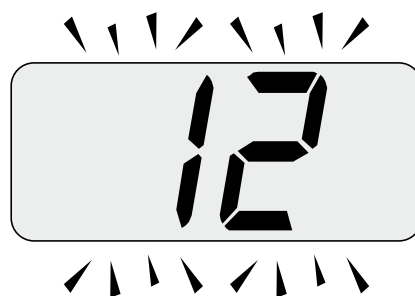

Figura 5.29
- Utilizzando i tasti 17 o 18 è possibile modificare il valore del parametro 01 (Figura 5.29).